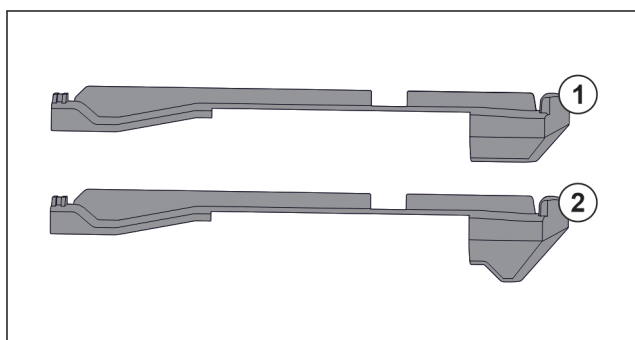

Fig. 147 Porovnání nasazovacích dílů
V přístroji se nacházejí dva různé nasazovací díly. Nasazovací díl nad nejspodnější zásuvkou Fig. 147 (2) má hranu trojúhelníkového tvaru. Všechny ostatní nasazovací díly Fig. 147 (1) mají rovnou hranu.
- ▶ Nasazovací díl Fig. 147 (2) s hranou trojúhelníkového tvaru připevněte nad nejspodnější zásuvkou.
- ▶ Nasazovací díl Fig. 147 (1) s rovnou hranou připevněte na všech ostatních místech.